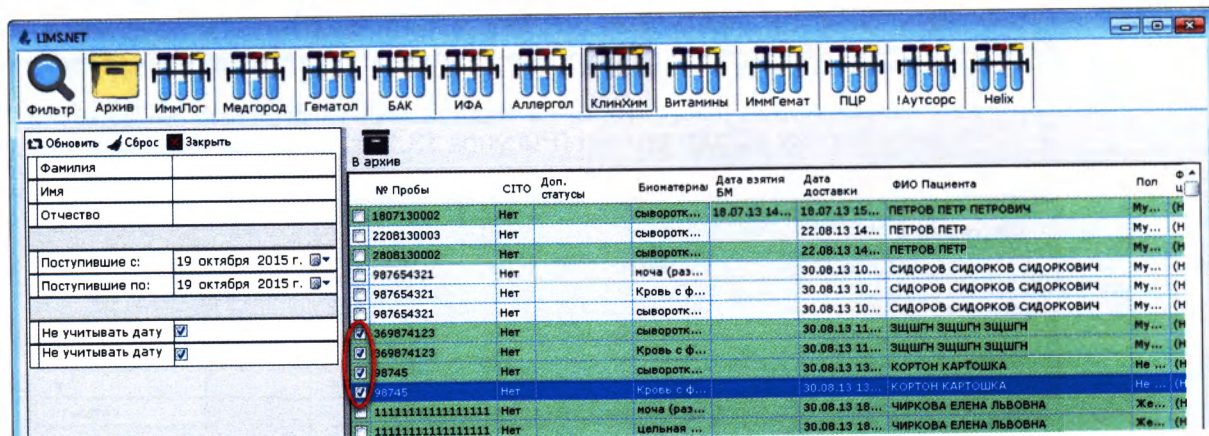

Рисунок 13.21
2. Выберите необходимые записи, выделив их галкой (Рисунок 13.21):